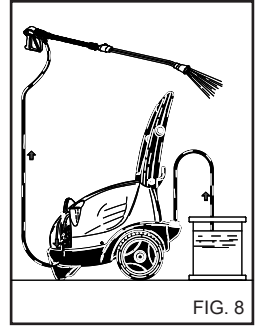

FIG. 8
Bed forhandleren om kataloget over de rengøringsmidler som kan anvendes afhængig af arten af det pågældende vaskearbejde og den overfladetype der skal behandles. Efter brug af rengøringsmidlet, skal rengøringsmiddelindtaget skylles ud med rent vand. (Fig. 8).
1) Efter brug sammen med rengøringsmidlet skal højtryksvandsystemet skylles omhyggeligt: Lad pumpen være aktiveret i 1 minut, mens doseringshanen er fuldstændigt lukket. (fig. 8).
- 4) Efter brug sammen med rengøringsmidlet skal højtryksvandsystemet skylles omhyggeligt: Lad pumpen være aktivt i 1 minut, mens doseringsshanen er fuldstændigt lukket. (fig. 8).